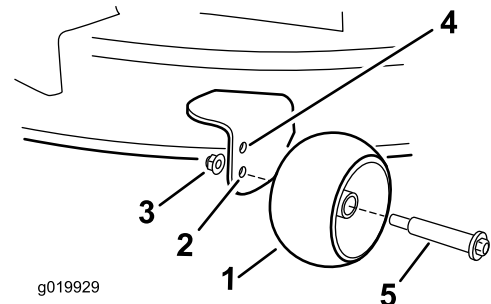

Figure 20
- Trou supérieur – utilisez cette position avec le plateau de coupe à une hauteur de coupe inférieure ou égale à 63 mm (Figure 20).
- Trou inférieur – utilisez cette position avec le plateau de coupe à une hauteur de coupe égale ou supérieure à 76 mm (Figure 20).